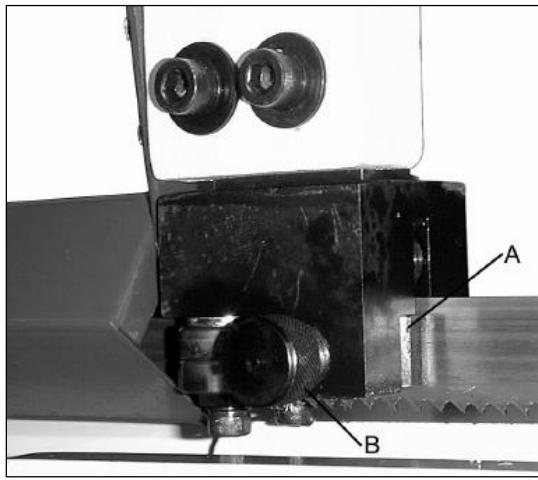

Рис.8
Ослабьте твердосплавные вставки (A, Рис. 8), ослабив винты (B). Отодвните вставки от полотна.
Отрегулируйте твердосплавные вставки (A, Рис. 8) так, чтобы они немного касались полотна.